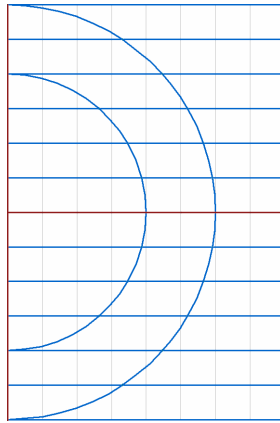

Рис.3
- Выбрать пункт **Дублировать выделенное** из меню **Правка**, указать ординату вектора переноса -0.5 , а количество **Копий** - 12 и нажать на кнопку **ОК**. В результате модель примет вид, показанный на Рис.3.